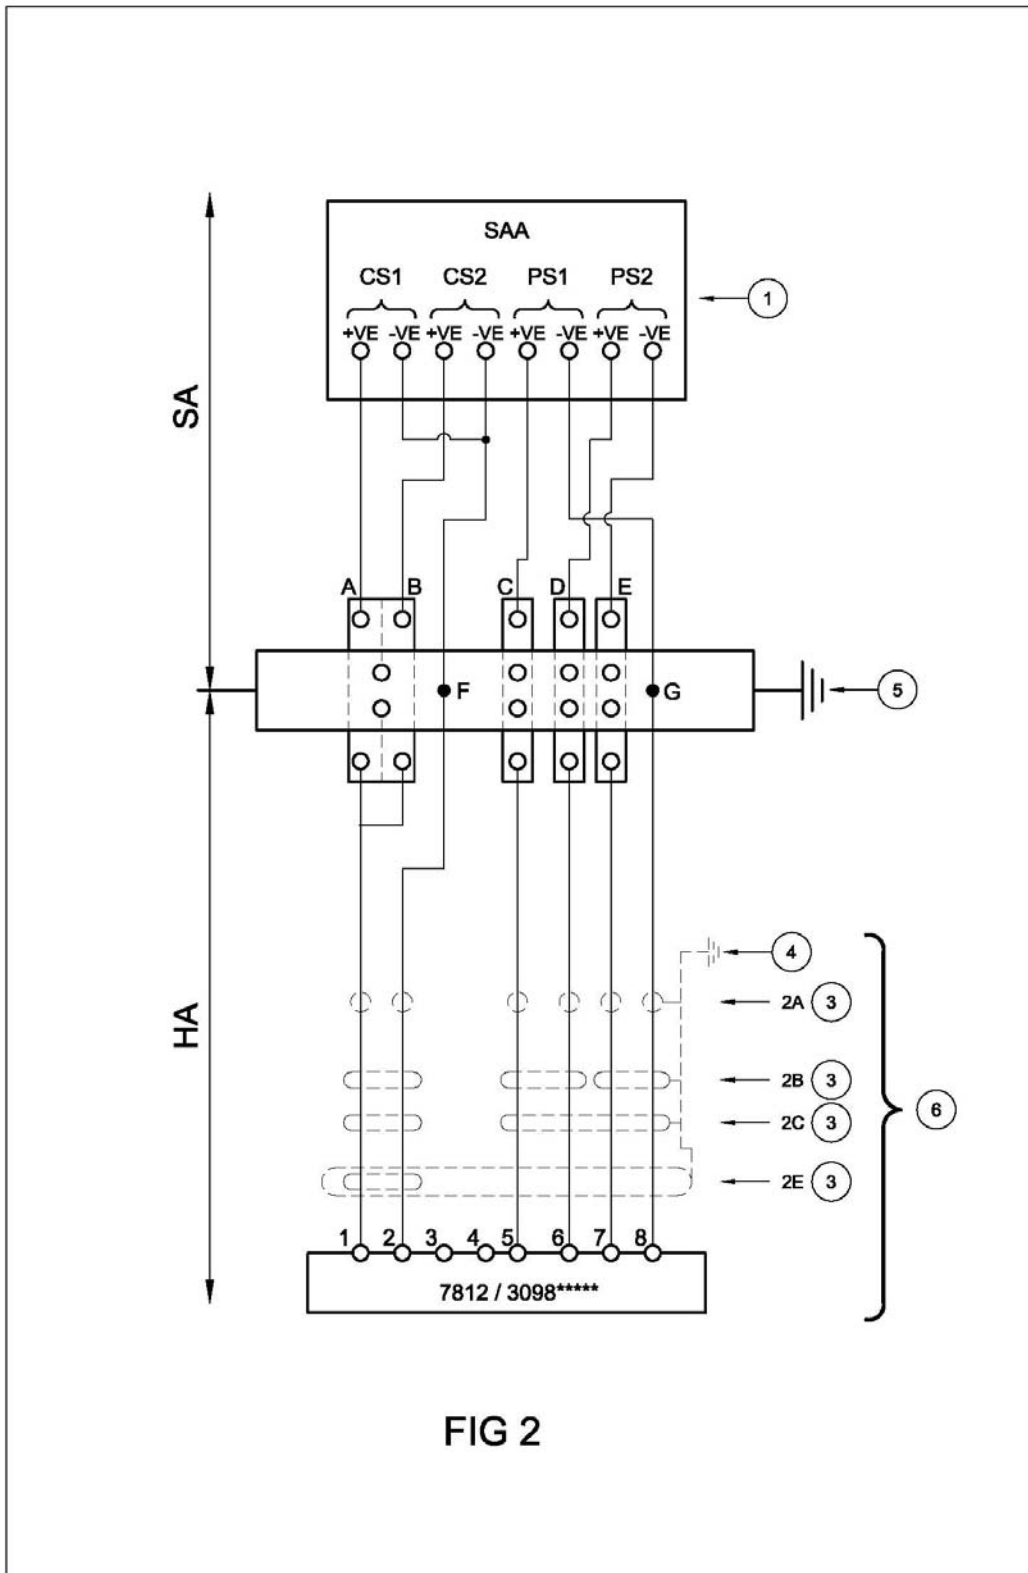

FIG 2
- Figure 2 - Câblage système pour barrières à diodes shunt bifilaires